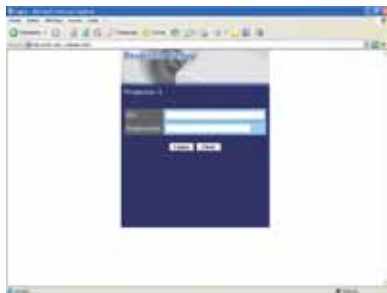

Fig. 3.1.1a "Menu de Logon"
- 1) Entrez "**http://192.168.1.10/**" dans la barre d'adresse du navigateur et appuyez sur "Enter" ou cliquez sur la touche "OK". L'écran dans la Fig. 3.1.1a sera affiché.